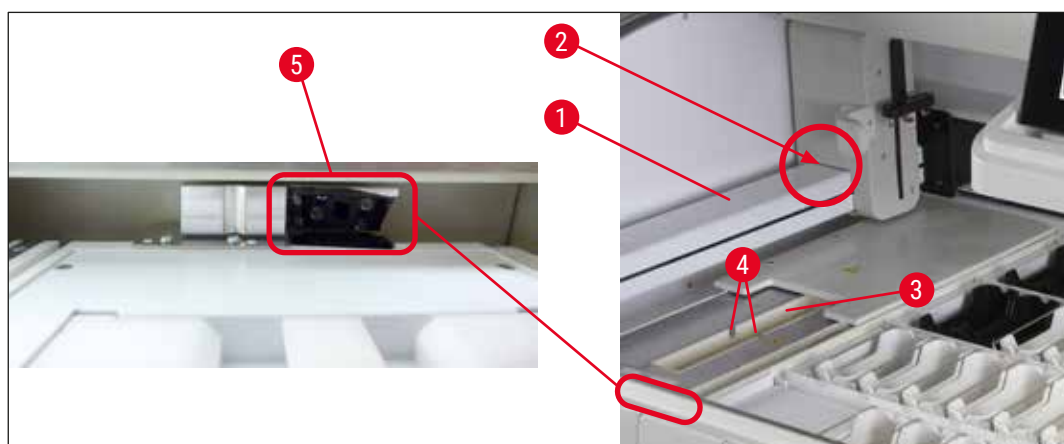

Fig. 95
- Quando si utilizza il lettore di codici a barre opzionale, l'abrasione dei portavetrini può accumularsi all'interno e intorno al contatore di vetrini (→ "Fig. 95"). Pertanto, queste aree devono essere attentamente controllate dall'utente durante l'impostazione quotidiana dello strumento e, se necessario, pulite con un aspirapolvere. Si sconsiglia la pulizia con un panno per evitare di diffondere le particelle in altre aree critiche dello strumento.